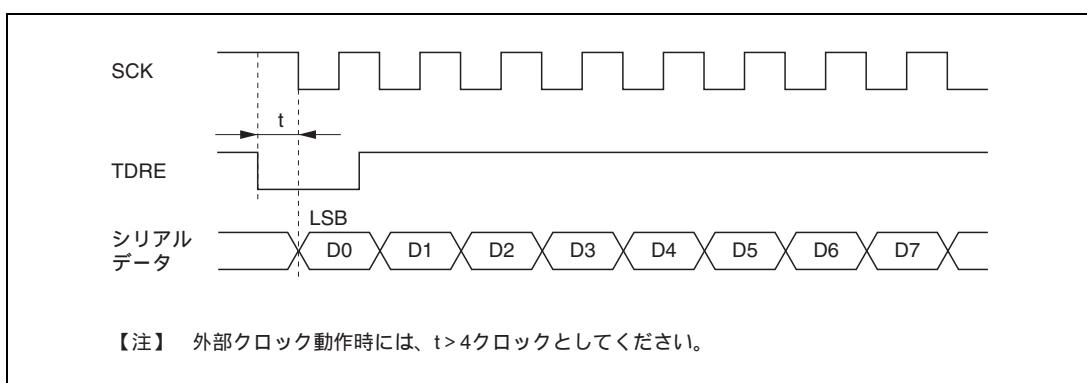

図 16.24 DTC によるクロック同期式送信時の例
(7) DMAC または DTC 使用上の制約事項
- (a) 同期クロックに外部クロックソースを使用する場合、DMAC または DTC による TDR の更新後、クロックで 5 クロック以上経過した後に、送信クロックを入力してください。TDR の更新後 4 クロック以内に送信クロックを入力すると、誤動作することがあります（図 16.24）。